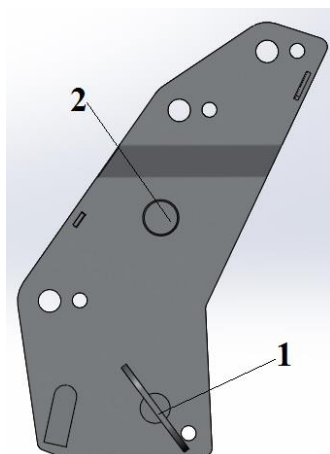

Рисунок 13 – Стойка:
Стойка (см. рис. 13) представляет собой сварную конструкцию, состоящую из двух кронштейнов и соединенные между собой бобышкой поз. 2, при помощи которой фиксируется подъемное устройство на панель навески. Фиксатор поз. 1 предназначен для жесткой фиксации навесного и подъемного устройства.
- 4) работа агрегата с незафиксированной чекой фиксатором (см. рис. 13 поз. 1);
Ввести в зацепление бобышку стойки поз. 2 с пазом на панели навески в соответствии с рисунком 26, и зафиксировать при помощи фиксатора поз. 1 на рис. 13. Фиксатор зашплинтовать.